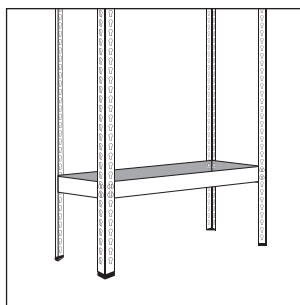

Рис. 3. Сборка каркаса полки
5. Далее возьмите стяжки длиной, которая будет соответствовать глубине стеллажа, и соедините ими собранные стойки таким образом, чтобы получился каркас яруса (рис. 3).